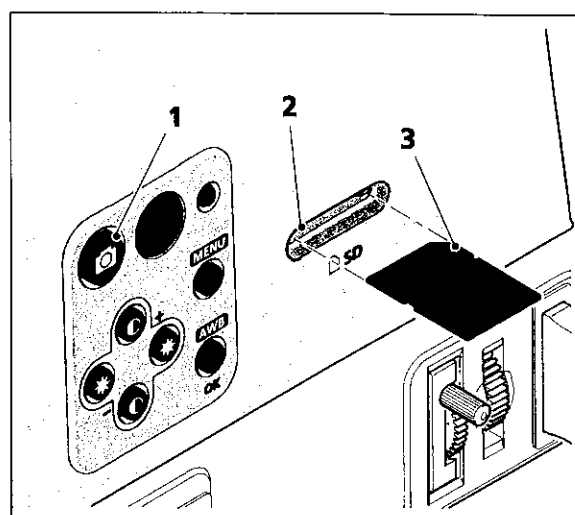

Fig. 6 Insertion d'une carte SD / SDHC
- Interface pour cartes SD / SDHC (Fig. 6/2) destinées à la mémorisation des images, cf. point 3.3.3.1
- Introduisez une carte SD / SDHC (Fig. 6/3) dans la fente dédiée (Fig. 6/2) du tube binoculaire 30°/20.
- Appuyez brièvement sur la touche Snap (Fig. 6/1) pour prendre une photo.
- Appuyez plus longuement sur la touche **Snap** (Fig. 6/1) pour démarrer un enregistrement vidéo. Mettez fin à l'enregistrement vidéo en appuyant de nouveau sur la touche **Snap**.